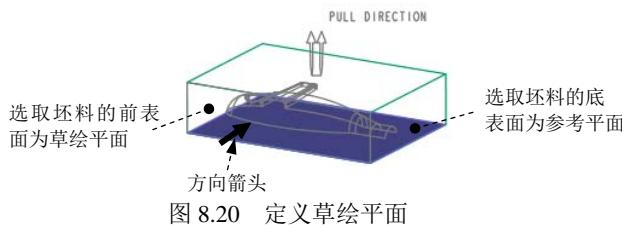

图 8.20 定义草绘平面
(1) 单击 **分型面** 功能选项卡 **形状** ▾ 区域中的“拉伸”按钮 ，按下操控板中的“曲面类型”按钮 。此时系统弹出“拉伸”操控板。
(2) 定义草绘截面放置属性。右击，从系统弹出的菜单中选择 **定义内部草绘...** 命令；在系统 **选择一个平面或曲面以定义草绘平面** 的提示下，选取图 8.20 所示的坯料前表面为草绘平面，接受图 8.20 中默认的箭头方向为草绘视图方向，然后选取图 8.20 所示的坯料底表面为参考平面，方向为 **下**；单击 **草绘** 按钮，至此系统进入截面草绘环境。